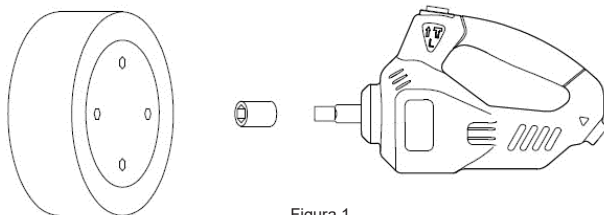

Figura 1
3. Escolha o soquete adequado para fixar no eixo da chave (veja Figura 1).